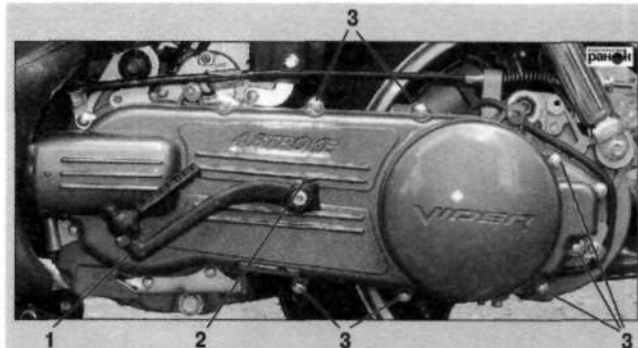

Рис. 40. Крышка вариатора: 1 – рычаг кикстартера; 2 – болт крепления рычага кикстартера; 3 – болты крепления крышки вариатора
- открутить болты 3 (рис. 40) крепления крышки вариатора;
- открутить болты 3 (рис. 40) крепления крышки вариатора (рис. 42.1);